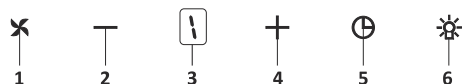

Fig. 19: Pulsante 5 Spd Dig
1. ➤ Premere questo tasto per accendere il prodotto. Fig. 19
2. ➤ Premere questo pulsante per ridurre la velocità del motore. Fig. 19
3. ➤ Dig display (display digitale) È possibile seguire la velocità in cui il prodotto è attualmente in funzione su questo display. Fig. 19
4. ➤ Premere questo pulsante per aumentare la velocità del motore. Fig. 19
5. ➤ Quando il tasto timer viene premuto, viene attivata una funzione timer di 15-minuti; il display emette un segnale quando parte il timer e il motore si arresta automaticamente dopo 15 minuti. Fig. 19
6. ➤ Premere il pulsante per accendere e spegnere la lampada. Fig. 19